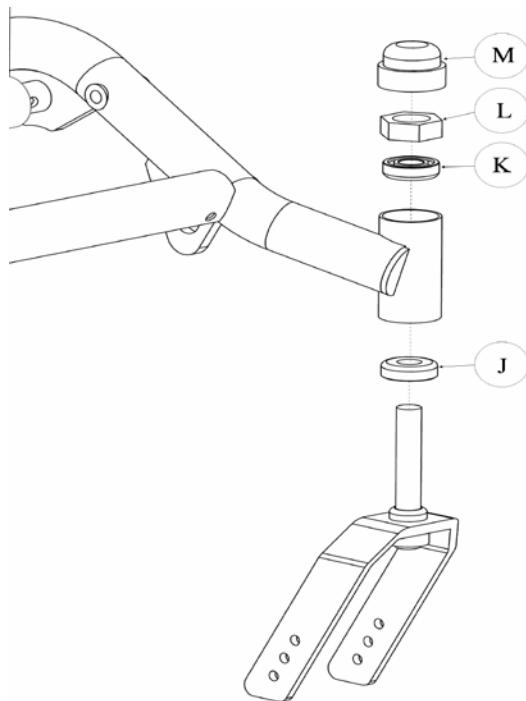

Figure 18 - Assemblage de la fourche
1. Glisser le roulement **J** sur la tige filetée de la fourche (figure 18);